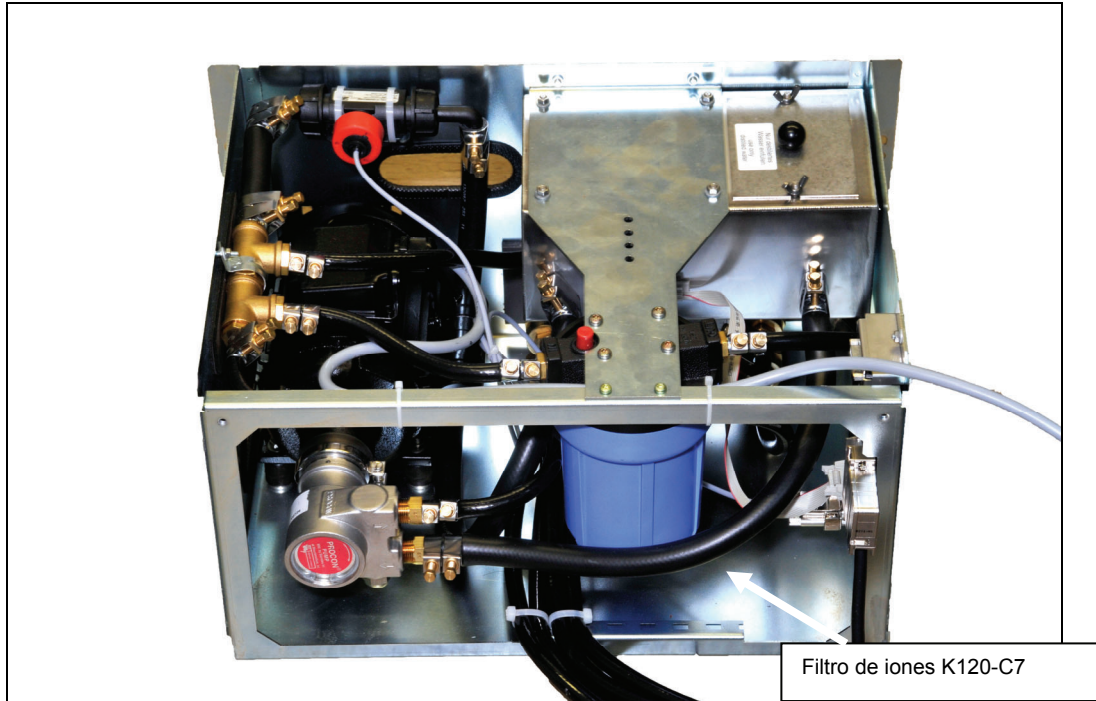
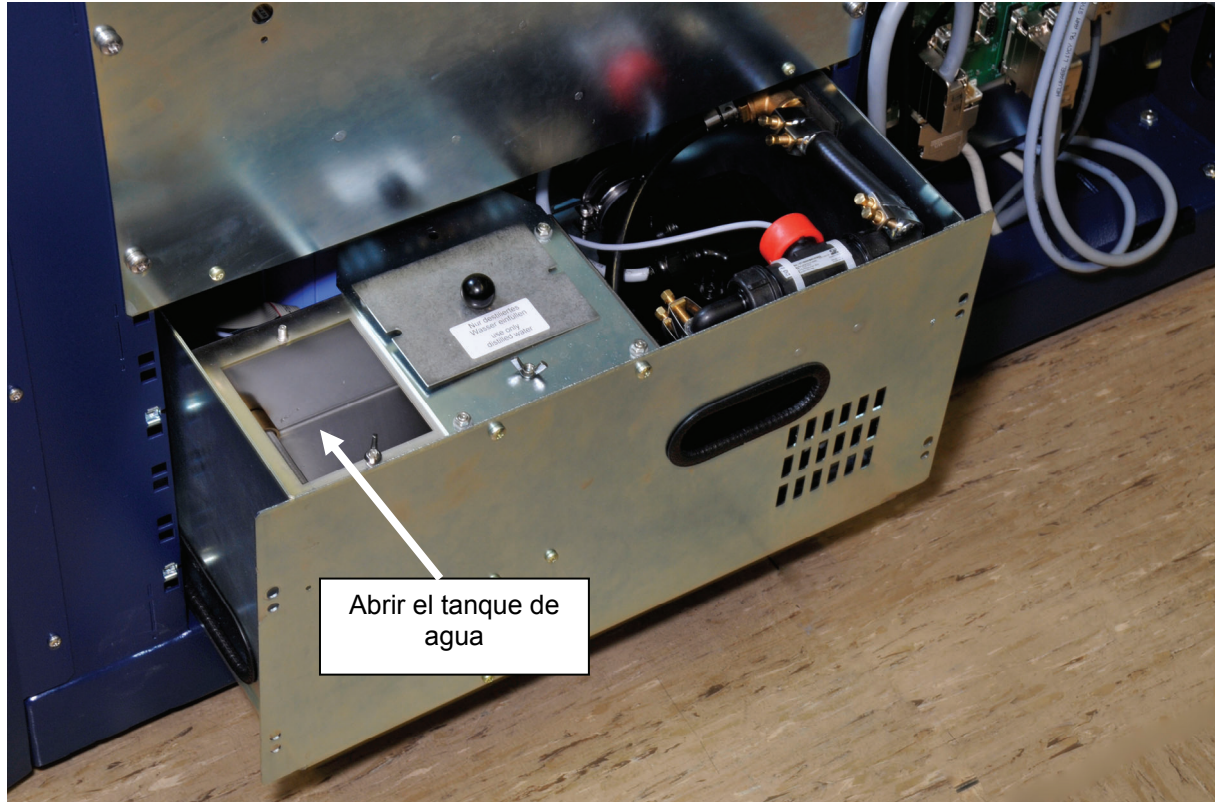

Fig. 15: Vista de detrás del refrigerador interno opcional (A14-A6).
Fig. 16: Rellenar el tanque de agua del refrigerador interno. El tanque ya está abierto.
- Sacar cuidadosamente el refrigerador un poco de la caja (Fig. 16).
- Abrir la cubierta del tanque de agua (Fig. 15, Fig. 16).